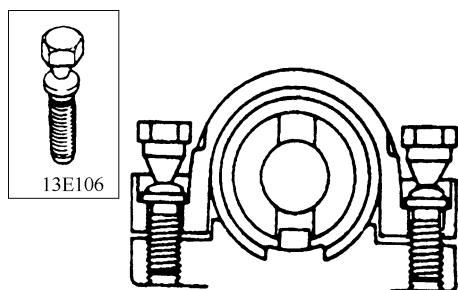

图 6-20 转向锁托架、转向锁芯的分解与重新装配
5) 转向锁托架、转向锁芯的分解与重新装配如图 6-20 所示。如有必要拆下转向锁芯时,可锯断转向锁托架侧的特殊螺栓。重新安装时,即把转向锁芯和转向锁托架装到转向柱套管上去时,要临地地装上转向锁芯并使其对准转向柱凸台。在检查好锁定效果正常后,拧紧各特殊螺栓,直至它的头部被扭断为止。注意在安装转向锁时必须换上新的转向锁托架和螺栓。